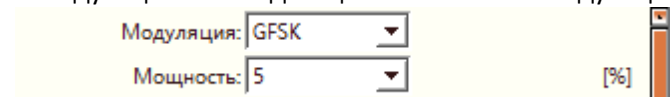

Рисунок 30 – Выпадающий список типов модуляции и мощности в окне «RF-настройки» для Милур IC U-Z и модулей RF
- Выбрать тип модуляции в выпадающем списке «Тип модуляции» (рисунок 30).
- В выпадающем списке (рисунок 30) выбрать нужное значение мощности (5-100 %).